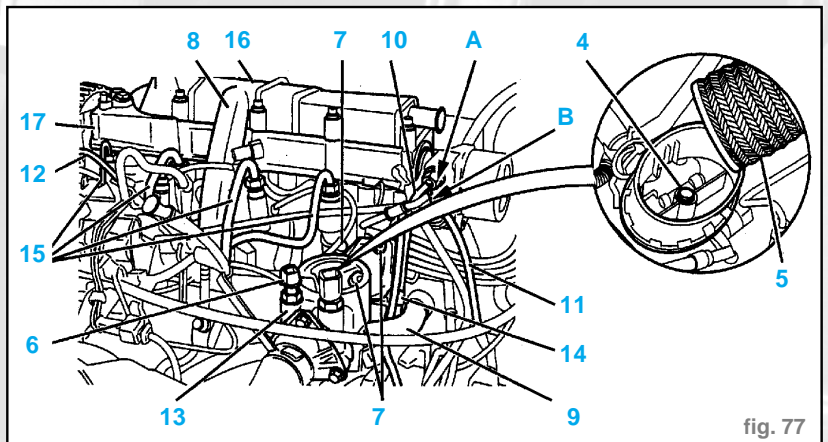

fig. 77
- Déposer (fig. 77):
- la vis (4)
- ensemble filtre à gazole (5)
- la vis (6)
- les 3 vis (7)
- les durits (8)-(9)
- le tuyau (10) (en (A))
- le tuyau (11) (en (B))
- le tuyau (12)
- Écarter le boîtier de sortie d'eau (13)